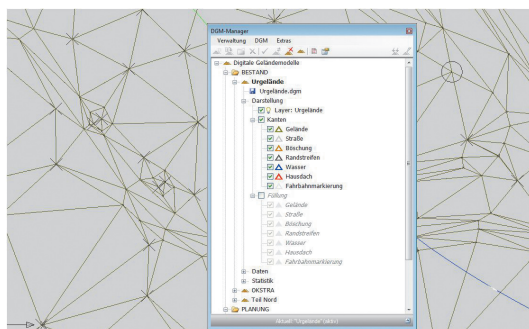

Abb. 5: DGM-Manager – Darstellung
*Abbildung 5* zeigt die Darstellung der Kanten und die Füllung über den zum Modell gehörigen Layer. Damit ist die Sorge um veraltete Daten im Lageplan endgültig passé. Die Symbolschaltfläche „Glühlampe“, die dem schnellen Aus- und Einschalten der Dreiecke dient, macht den Weg in den Layermanager überflüssig.